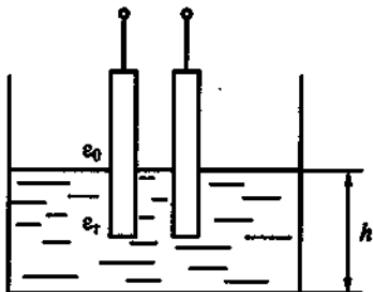

Рис. 270
12.11. Р. Емкостный датчик помещен в бак с топливом (рис. 270). По изменению емкости этого датчика определяют уровень жидкости в баке h . Какой из указанных факторов главным образом влияет на изменение емкости датчика?